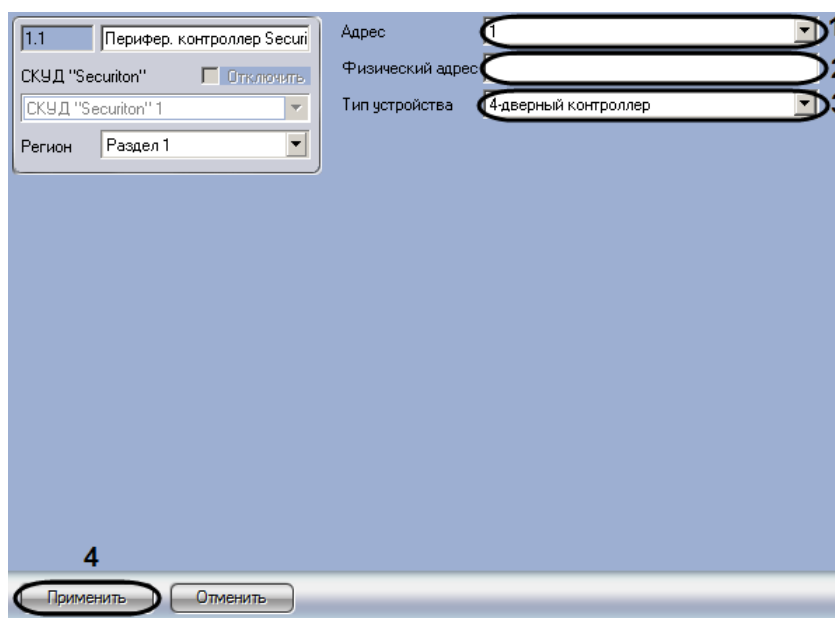

Рис. 3.4—2 Настройка периферийного контроллера
2. Из раскрывающегося списка **Адрес** выбрать уникальный номер контроллера (см. Рис. 3.4—2, 1).
3. В поле **Физический адрес** ввести физический адрес контроллера (см. Рис. 3.4—2, 2).